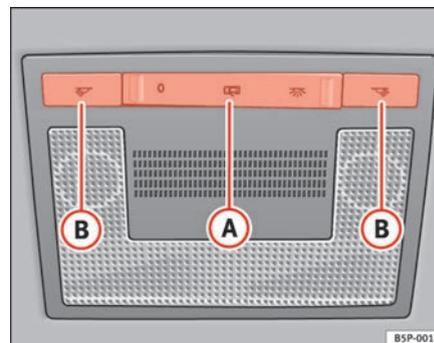

Fig. 80 Revestimento interior do tejadilho: iluminação interior à frente
Com o interruptor ⇒ fig. 80 (A) podem ser seleccionadas as seguintes posições:
Premir o interruptor para a posição O ⇒ página 122, fig. 80.